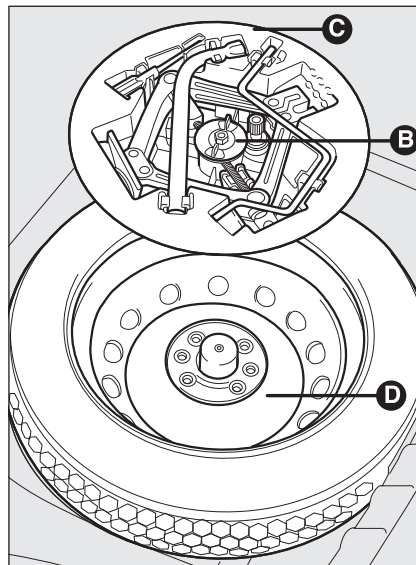

fig. 4
- svitare il dispositivo di bloccaggio **B-fig. 4**;